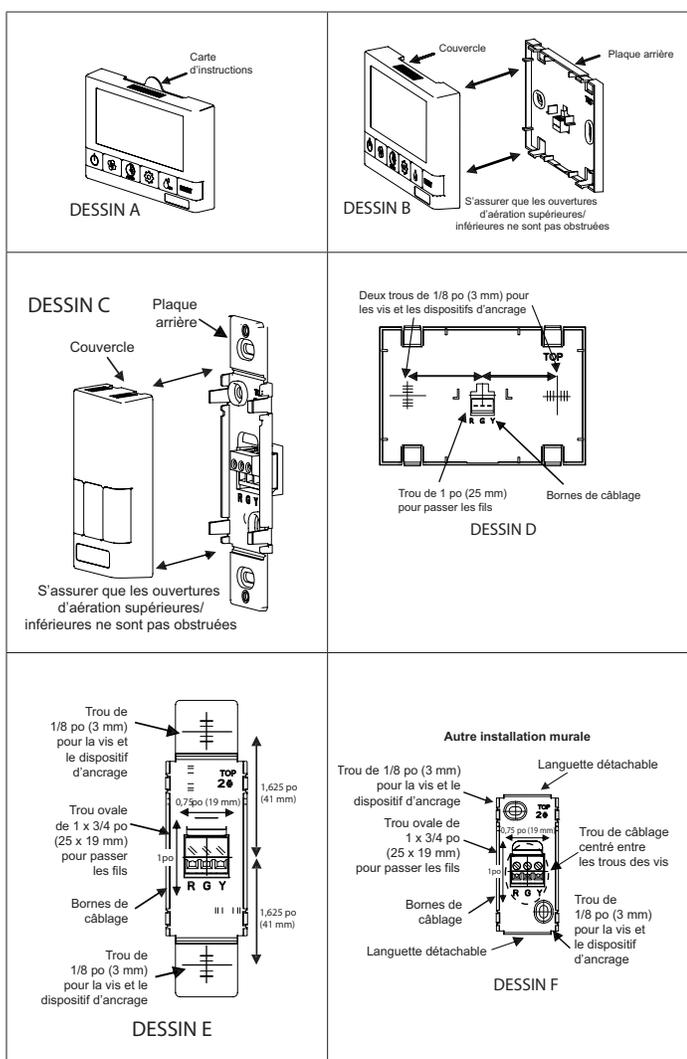

Figure 37. Installation du contrôleur numérique
1. Avec le contrôleur numérique à 5 vitesses / 5 modes, retirer la fiche contenant les instructions d'utilisation du dessus du contrôleur (Figure 37, Dessin A).
2. Séparer le couvercle de la plaque arrière en les écartant fermement (Figure 37, Dessin B ou C). Faire attention pour ne pas endommager les broches de contact sur le couvercle.
3. Avec le contrôleur numérique à 5 vitesses / 5 modes, placer la plaque arrière du contrôleur à l'endroit souhaité sur le mur et marquer avec un crayon l'emplacement des trous droit et gauche pour les vis de fixation (Figure 37, Dessin D).
4. Avec le contrôleur mural Déshumidistat/Ventilation, placer la plaque arrière à l'endroit souhaité sur le mur et marquer avec un crayon l'emplacement des trous supérieur et inférieur pour les vis de fixation (Figure 37, Dessin E ou F). Pour monter le contrôleur sans plaque décorative, casser les languettes supérieure et inférieure et voir la Figure 37, Dessin F, pour le montage.
5. Retirer la plaque arrière du mur et marquer le trou central pour les fils à mi-distance des trous des vis fixation. Voir la Figure 37, Dessin D, E ou F, pour les dimensions.
6. Percer deux trous de 1/8 po (3 mm) pour les vis et les dispositifs d'ancrage (Figure 37, Dessin D, E ou F). Avec le contrôleur numérique à 5 vitesses / 5 modes, percer un trou d'un pouce (25 mm) au centre (Figure 37, Dessin D). Avec le contrôleur mural Déshumidistat/Ventilation, découper un trou ovale de 3/4 po (19 mm) par 1 po (25 mm) dans le mur (Figure 37, Dessin E ou F).
8. Connecter les fils rouge, vert et jaune aux bornes situées sur la plaque arrière (Figure 37, Dessin D, E ou F).
10. Remonter le couvercle sur la plaque arrière (Figure 37, Dessin B ou C).
11. Avec le contrôleur numérique à 5 vitesses / 5 modes, remettre la fiche contenant les instructions dans le contrôleur (Figure 37, Dessin A).